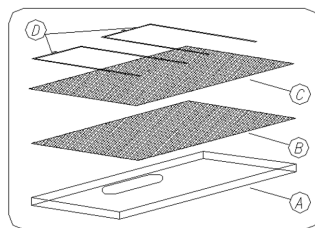

рис.7
- б) снять проволочные держатели (рис. 7 поз. D)
- с) извлечь алюминиевый жирулавливающий фильтр (рис. 7 поз. B)
- заменить угольный фильтр (рис. 7 поз. C), который находится над жирулавливающим фильтром (рис. 7 поз. B),
- установить на место жирулавливающий фильтр вместе с угольным фильтром и закрепить при помощи проволочных держателей (рис. 7 поз. D).